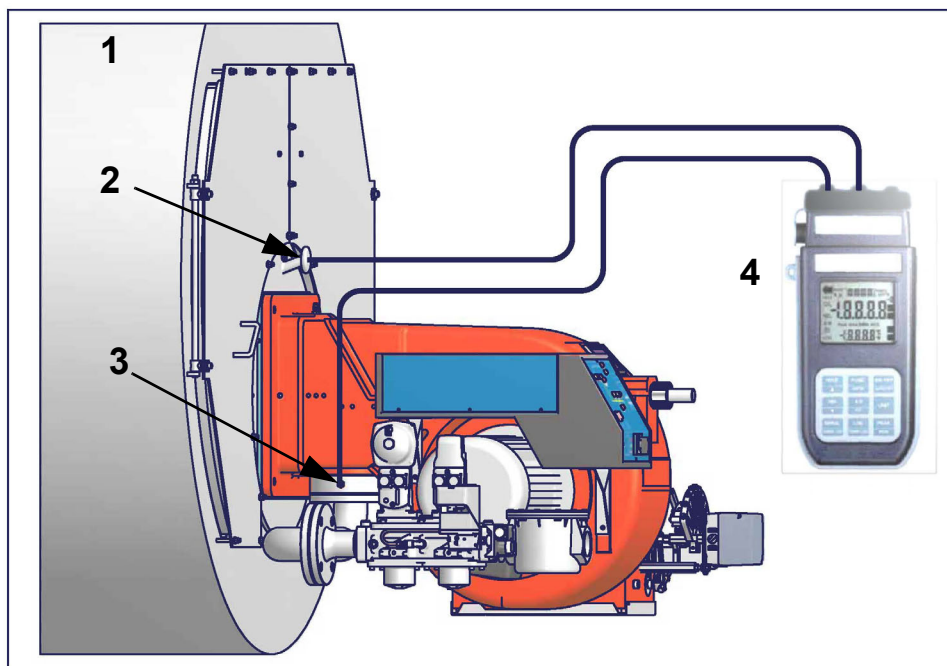

Рис. 4
**Кривые давления газа в голове сгорания в зависимости от его расхода** Кривые давления газа в голове сгорания горелки, в зависимости от расхода газа, действительны только в том случае, если горелка правильно отрегулирована (процентное содержание остаточного  $O_2$  в уходящих газах - как в таблице "Рекомендуемые параметры выбросов", а  $CO$  - в пределах нормы). На этой фазе голова сгорания, дроссельный клапан и сервопривод находятся в максимально открытом положении. Смотрите Рис. 4, на котором изображено, как правильно измерить давление газа, принимая во внимание значения давления в камере сгорания, снятые с манометра или пользуясь техническими характеристиками котла/утилизатора.